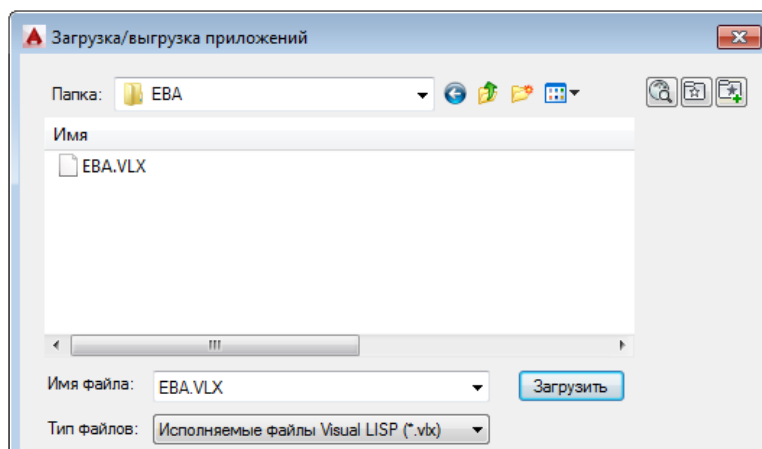

Рис. 2.
- 3) в опции **Сервис** (*Tools*) главного меню AutoCAD (рис. 2) выберите команду **Приложения** (*Load Application*) или введите в командной строке команду **ЗАГПРИЛ** (*_appload*);
- 4) в открывшемся окне (рис. 2) найдите папку **D:\ЕВА** и выберите файл **ЕВА.VLX**, после чего нажмите кнопку **Загрузить** (*Load*);
- 5) Для того чтобы программа автоматически загружалась в вновь открывшийся проект, следует добавить в портфель (в том же окне рис. 2) файл **ЕВА.VLX**.